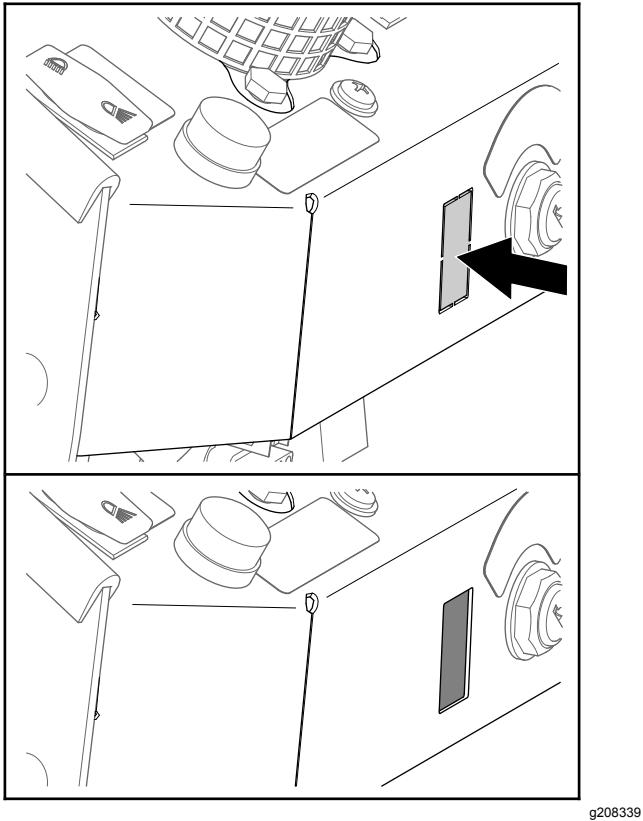

Figura 32
1. Retire a tampa extraível retangular do painel de instrumentos como se mostra na Figura 32.